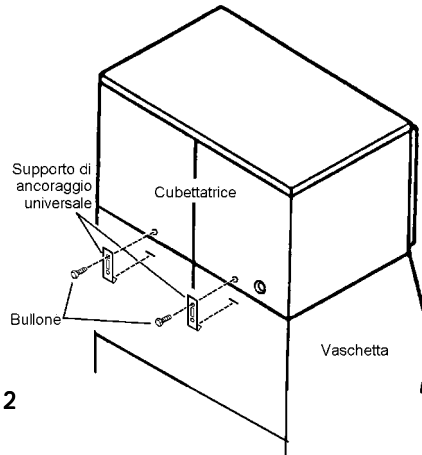

Fig. 2
- 4) Nella confezione contenente gli accessori, individuare i due supporti di ancoraggio universali ed i bulloni di fissaggio della cubettatrice alla vaschetta (v. Fig. 2).